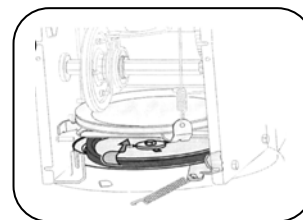

Рис. 37
4. Снимите приводной ремень со шкива и между фрикционным колесом и диском фрикционного колеса. См. рис. 37.